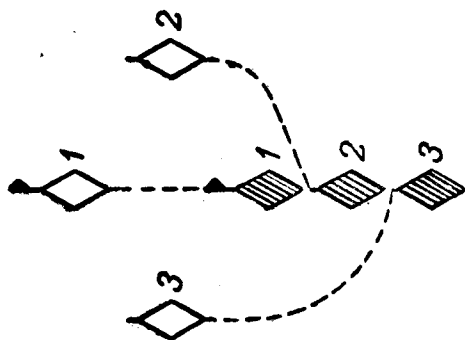

Рис. 10. Развертывание взвода из походной колонны в боевой порядок „Углом вперед“
90. Для перестроения из походной колонны в боевой порядок Углом вперед подается команда (сигнал № 8): «Углом вперед». По этой команде танк командира взвода замедляет скорость движения, а остальные танки взвода поворачивают: танк № 2 на полоборота вправо, а танк № 3 — на полоборота влево, и занимают свои места (рис. 10).